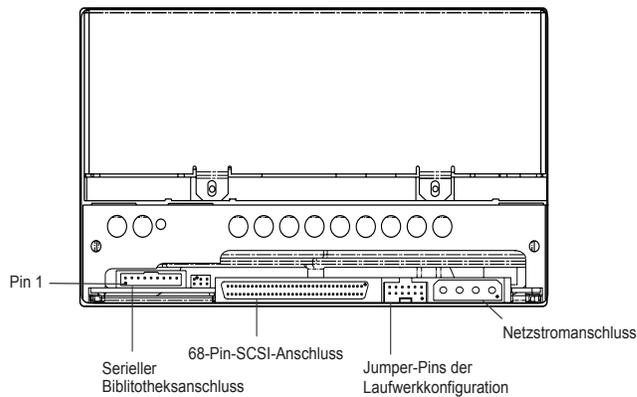

Abbildung 5. Rückansicht des internen LTO-3-Laufwerks
2. Schließen Sie das SCSI-Interface-Kabel an den 68-Pin-SCSI-Interface-Anschluss auf der Rückseite des Laufwerkes an (siehe Abbildung 5).
Das interne LTO-3-Laufwerk enthält das serielle Interface RS-422 für Bandbibliotheken. Bei diesem Anschluss handelt es sich um einen inline eingehüllten und passgeformten 10-Pin-Anschluss (2 mm). Dieser Anschluss befindet sich auf der unteren linken Seite der Laufwerkrückseite (siehe Abbildung 5 auf Seite 20). In Tabelle 2 werden die Pin-Beschreibungen für den seriellen Interface-Anschluss gezeigt.
Schließen Sie ein Vier-Pin-Netzkabel an den Netzanschluss auf der Rückseite des Laufwerkes an. Abbildung 5 auf Seite 20 zeigt die Position des Netzanschlusses.